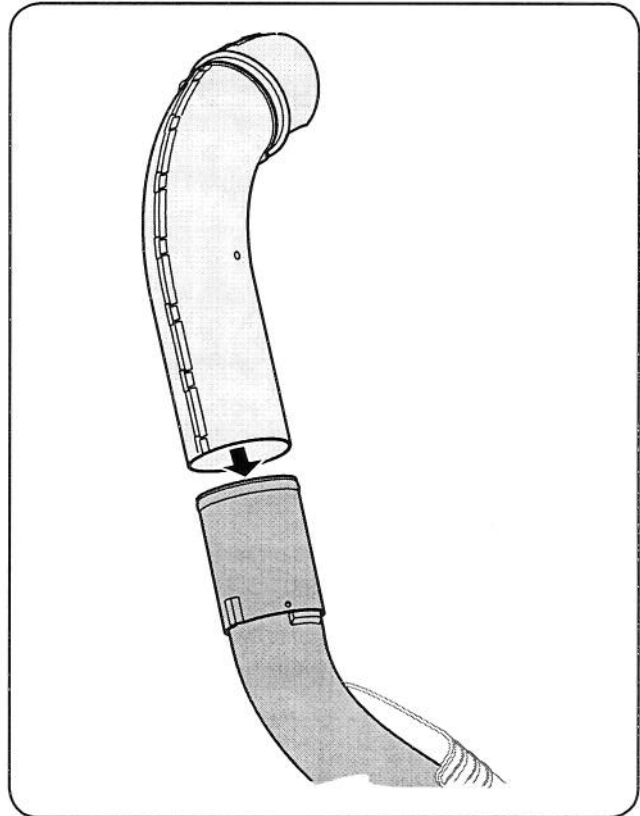
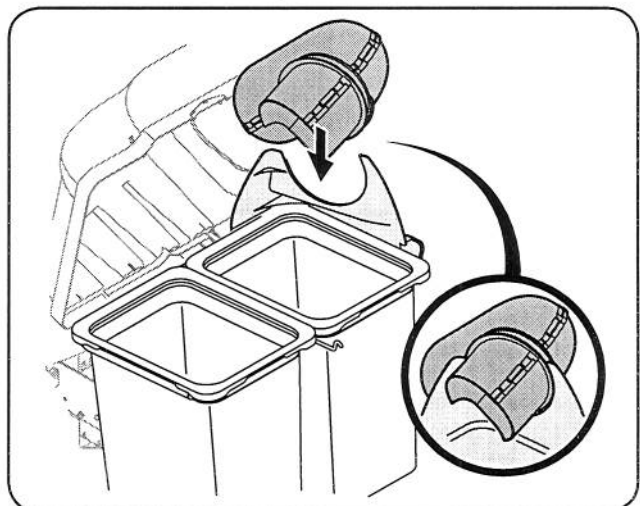

Figure 4-26
Figure 4-27
18. Avec l'herbe d'ouverture du collecteur, l'installation de la décharge chute sur la chute d'eau extension tube, comme on l'a vu dans la Fig. 4.26, de repos et de la fin du sommet dans la haute chute d'eau de soutien installé sur le côté droit du support de sac. Voir Fig. 4.27.
Note: La rainure sur la goulotte supérieure doivent être alignés avec le soutien chute supérieure, comme on le voit dans l'encadré de la figure. 4-27.